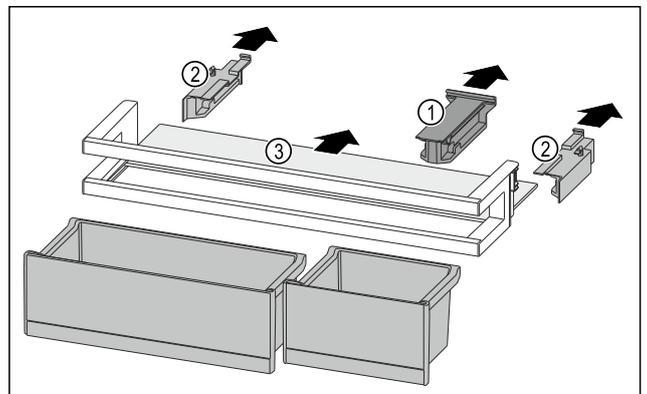

Fig. 115
- ▶ Retirer la pièce de retenue Fig. 115 (1).
- ▶ Retirer les parties latérales Fig. 115 (2).
- ▶ Retirer la tablette de rangement Fig. 115 (3).